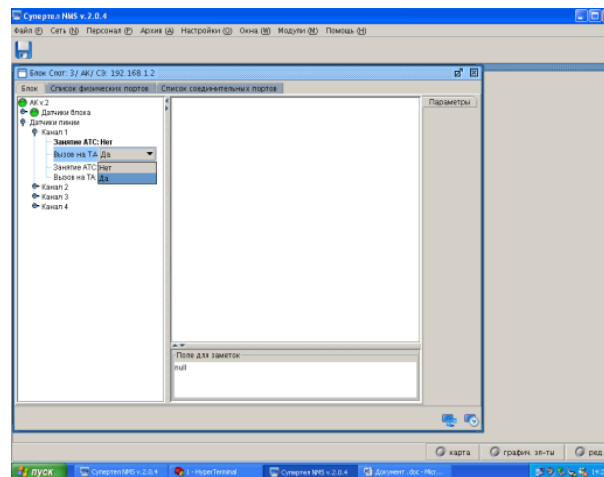

Рис. 23
9. В окне «Блок Slot: 3/АК-МБ/СЭ 192.168.10.1, нажать «Датчики линии» – «Канал 1» – «вызов на ТА» – «Да» (рис. 23), нажать *Enter*. Когда поступит сигнал на телефонный аппарат – выбрать «Нет».